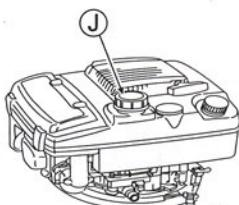

Рис. 3.
- Извлеките крышку масляного бака (U) и проверьте, чтобы уровень масла находился между отметками верхнего и нижнего уровня на щупе.
- Плотно закройте крышку масляного бака (U) после выполнения вышеупомянутых процедур.
- Снимите крышку топливного бака (J) и залейте бензин. Немедленно вытрите бензин тряпкой, если Вы пролили его. (См. рис. 3.)
- Плотно закройте крышку топливного бака (J) после заправки.